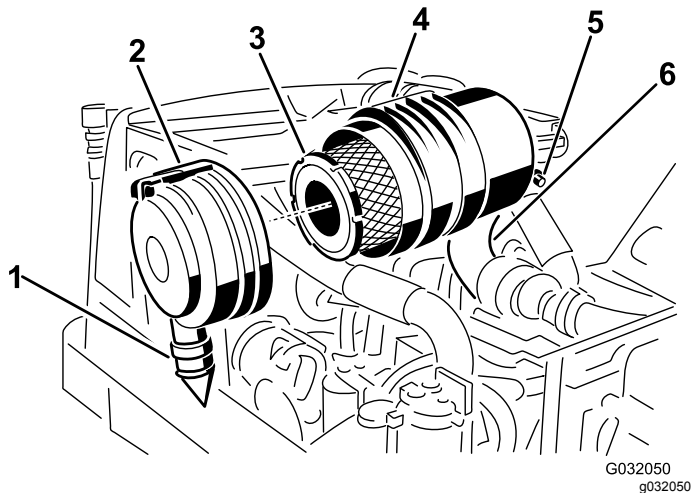

Bild 46
2. Entfernen Sie den Hauptfilter (Bild 46).
zwischen 17.00 Uhr und 19.00 Uhr (vom Ende her gesehen), und arretieren Sie den Riegel. Bild 46
3. Wechseln Sie den Hauptfilter aus (Bild 46).